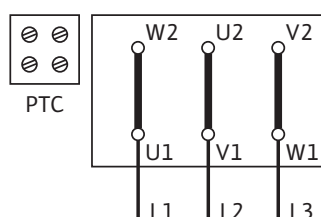

Fig. 35: Rozruch Y-Δ
- Schemat przyłączeniowy przyłącza elektrycznego znajduje się na skrzynce zaciskowej (patrz również rys. 35/36)
Start przez łagodny rozruch	Podłączenie Δ (rys. 35)